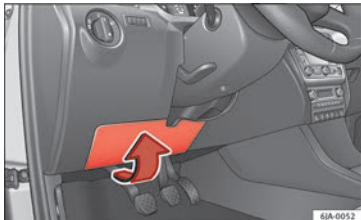

Bild 54 På instrumentbrädan på förarsidan: säkringsdosans lock
- Böj locket försiktigt i pilens riktning och ta av det » bild 54.
- Öppna locket till den aktuella säkringsdosan » bild 54 sidan 80.